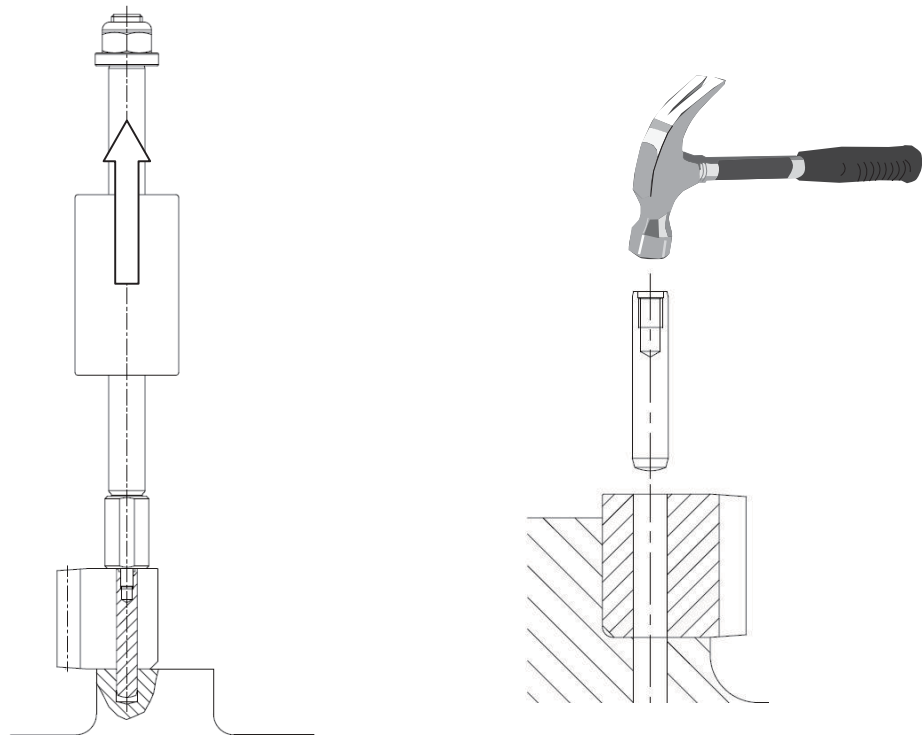

图 15
- 8.5 再次清除碎屑后，以【定位销】永久固定齿条于床台上。为了拆卸方便，建议使用带有内螺纹孔的【定位销】。拆卸时可利用如图 15 的工具退离而不伤及齿条表面。